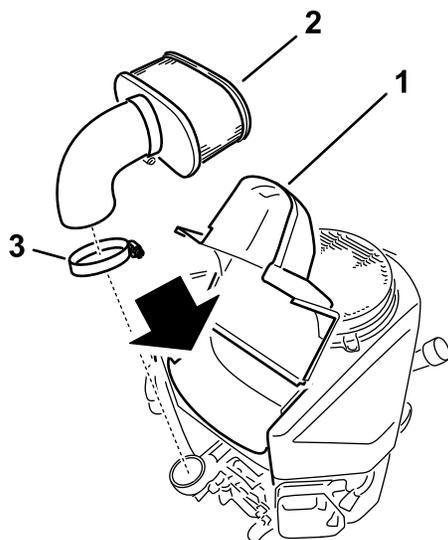

Figure 30
4. Desserrez le collier de flexible et retirez l'élément en papier (Figure 30).